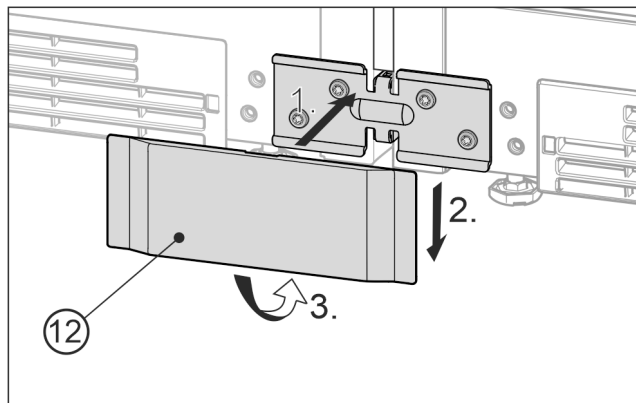

Fig. 25 Eksempelfremstilling
- Sett det nedre dekkelet Fig. 25 (12) på vinkelen fra fremsiden Fig. 25 (1), skyv den nedover Fig. 25 (2) og la det klikke på plass nede Fig. 25 (3).